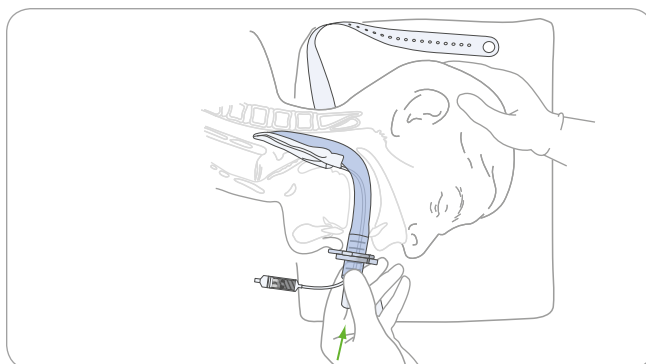

Figura 12. Far avanzare il dispositivo nell'ipofaringe fino a percepire resistenza
11. Si dovrebbe avvertire una leggera resistenza quando l'estremità distale del dispositivo incontra lo sfintere esofageo superiore. Il dispositivo è ora completamente inserito, come illustrato nella **Figura 12**.